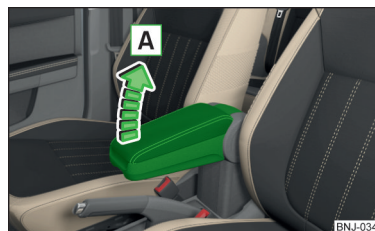

Fig. 70
- Pentru **reglarea pe înălțime**, ridicați cotiera în sensul săgeții **A** într-una din cele patru poziții de fixare » fig. 70.